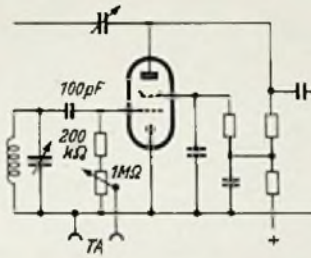

Bild 4. Anschaltung mit Hilfe eines besonderen Gitterreglers
c) Sehr günstig hat sich eine Schaltung nach Bild 4 erwiesen, besonders dann, wenn der Lautstärkereger in das Gerät eingebaut wird. Der 0,2-MΩ-Widerstand wirkt dabei als Hf-Sperre; für die Nf ist er praktisch ohne Bedeutung. Der Lautstärkereger dient zusammen mit dem 0,2-MΩ-Widerstand gleichzeitig als Gitterableitwiderstand. Die Vorteile dieser Anordnung sind eine gute Verstärkung sowie der Fortfall eines Schalters für die Stellung TA bzw. UKW. Wird als Lautstärkereger ein Potentiometer mit einpoligem Drehschalter verwendet, dann läßt sich damit gleichzeitig die Anodenspannung des UKW-Vorsatzgerätes schalten.
Die Schaltung nach Bild 4 hat sich für den nachträglichen Einbau eines UKW-Teils in Audion-Empfänger (Ein- und Zweikreis), bei denen die Lautstärke Hf-seitig geregelt wird, besonders bewährt.